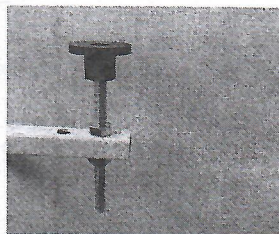

Рис.2
3. Вставить в отверстия резьбовые стойки М12(4шт.) и зафиксировать гайками М12(4шт.) Рис.2